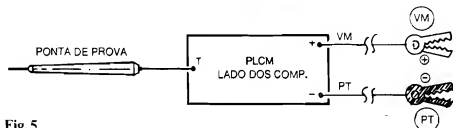

Fig.5
- FIG. 5 - CONEXÕES EXTERNAS À PLACA - As (poucas...) ligações externas resumem-se na conexão da ponta de prova (ao ponto T...) e da cabagem polarizada (positiva = vermelho, negativa = preto) às duas linhas destinadas à entrada da alimentação... Observem que os dois cabos polarizados de alimentação "terminam" (nas extremidades "longe" da placa...) nas respectivas garras "jacaré" (também com as cores codificando as polaridades...). Esses cabos, destinados à